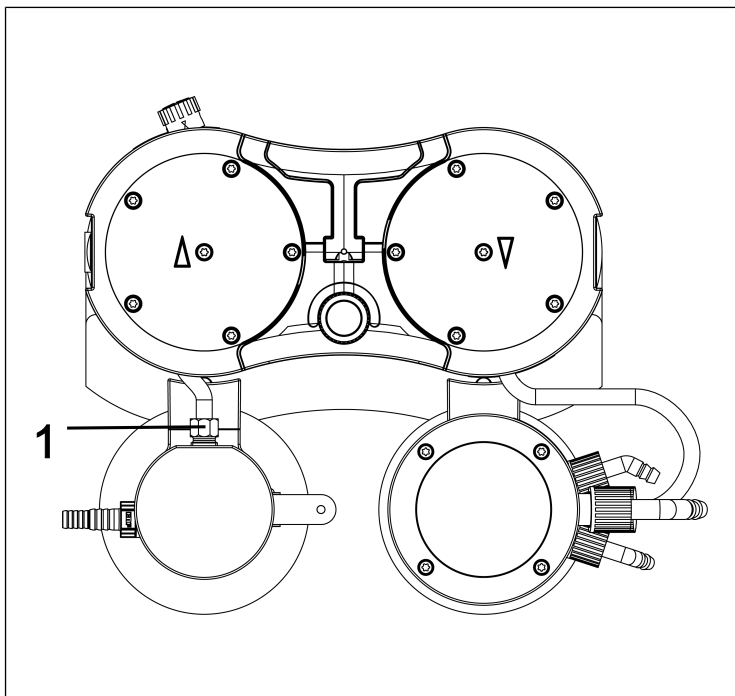

Fig.11: Aflojar conexión de manguera
2. Aflojar el tornillo de fijación de la conexión de manguera (**1**/Fig. 11) del componente del sistema de vacío.
**i** En caso necesario, emplear una llave ancho 14 para aflojar el tornillo de fijación de la conexión de manguera del separador (**1**/Fig. 11).
10. Enroscar el tornillo de fijación de la conexión de manguera del separador (1/ Fig. 11) en la conexión del separador hasta el tope.
**i** En caso necesario, emplear una llave ancho 14 para apretar el tornillo de fijación de la conexión de manguera del separador (1/ Fig. 11)